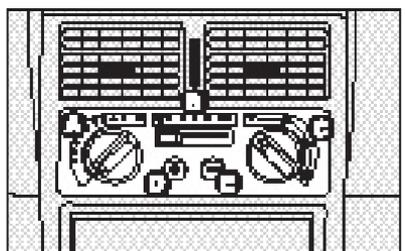

fig. 30
## COMANDOS fig. 30
1) Seletor para a temperatura do ar **A-fig. 30** totalmente posicionado à esquerda.
2) Seletor do ventilador **B-fig. 30** posicionado na velocidade máxima.
3) Seletor de distribuição do ar **C-fig. 30** apontado para ; controlar para que todas as saídas de ar estejam totalmente abertas.
4) Ligar o ar-condicionado apertando o botão **D-fig. 30**.
O ar-condicionado é muito útil para acelerar o desembaçamento, pois desumidifica o ar. É suficiente regular os comandos para a função de desembaçamento e ativar o condicionador, apertando o botão **D-fig. 30**.
- 1) Condicionador de ar ligado: botão **D-fig. 30**.